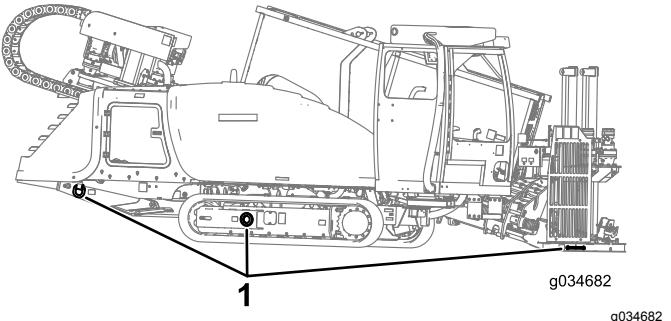

Рисунок 39
9. Используйте цепи и крепежные детали соответствующего класса для крепления за кольца на рамках левой и правой гусениц и плиты опускаемой стойки к трейлеру (Рисунок 39).